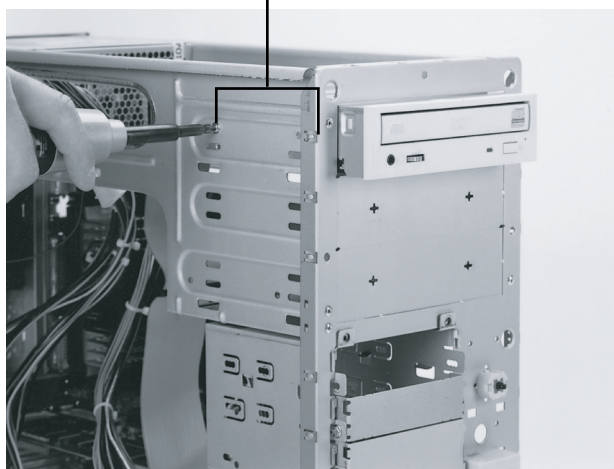

Рис. 22.24. Закрепление накопителя в корпусе с помощью винтов
3. Теперь прикрутите винтами (чаще всего четырьмя) накопитель к корпусу (рис. 22.24).